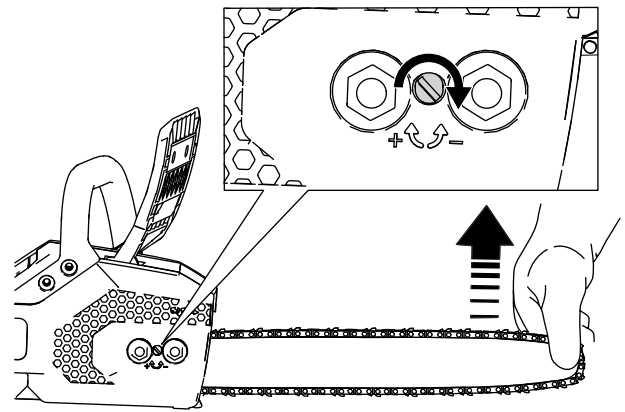

Figure 29
6. Tenez le guide-chaîne par son extrémité (Figure 29).
- **Pour tendre la chaîne**, tournez la vis de réglage de la tension dans le sens horaire (Figure 29).